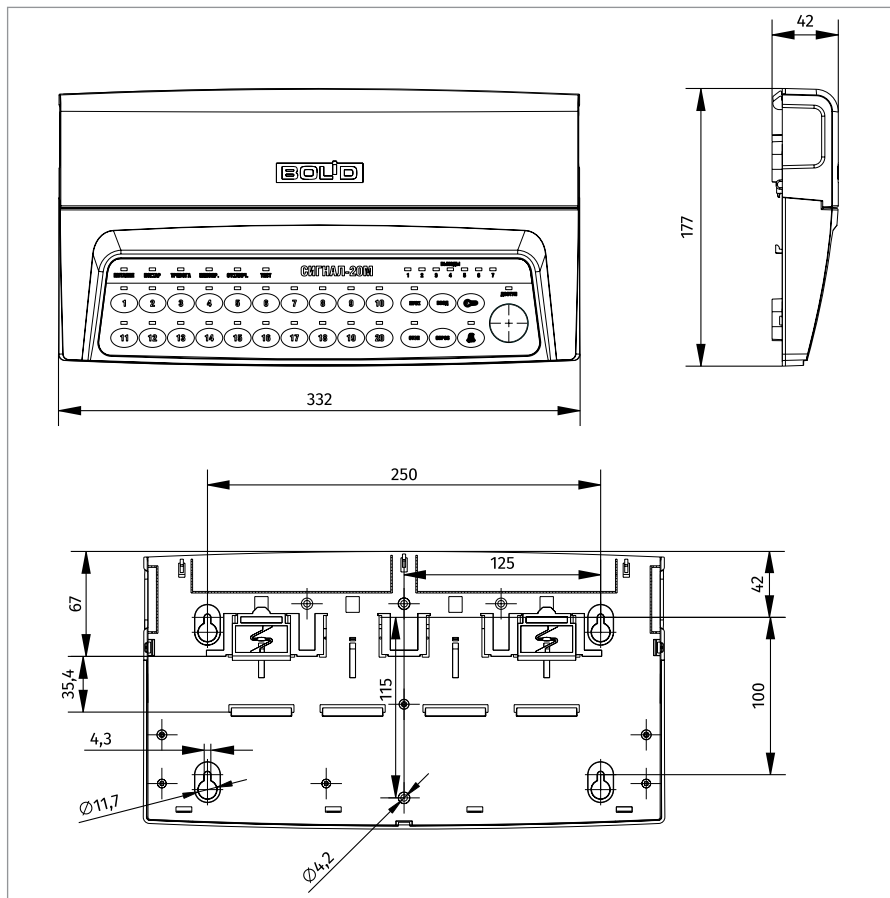

Рисунок 12. Размеры прибора Сигнал-20М, Микрофонной консоли-20 и блока Рупор-ДБ исп.02
1.1. Наметьте на стене места для четырех установочных отверстий в соответствии с габаритным чертежом (см. Рисунок 12).